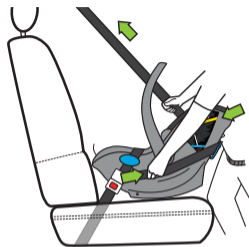

Figure 71
- Utilisez votre corps pour pousser le porte-bébé contre le dossier du siège du véhicule et le faire bouger tout en tirant sur la ceinture d'épaule pour éliminer le mou, comme le montre la **Figure 71**.